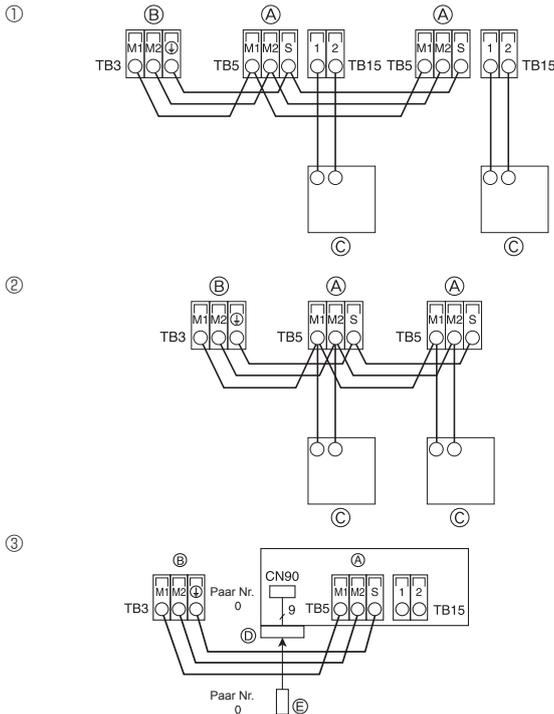
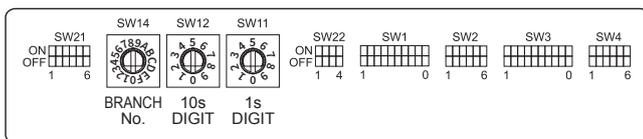

Fig. 5-12
Fig. 5-13
5.5. Anschluss der Fernbedenungs-, Innen- und Außenübertragungskabel (Fig. 5-12)
- ① MA-Fernbedienung
- ② M-NET-Fernbedienung
- ③ Kabellose Fernbedienung (bei Installation des kabellosen Signalempfängers)
5.6. Adressen einstellen (Fig. 5-13)